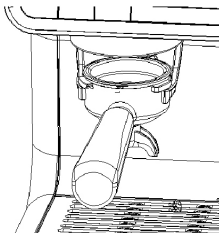

Fig. 5
3. Como se muestra en la Fig. 5, coloque el embudo con filtro de una sola taza o filtro de doble taza en el soporte de recepción de polvo, como se muestra en la Fig. 5